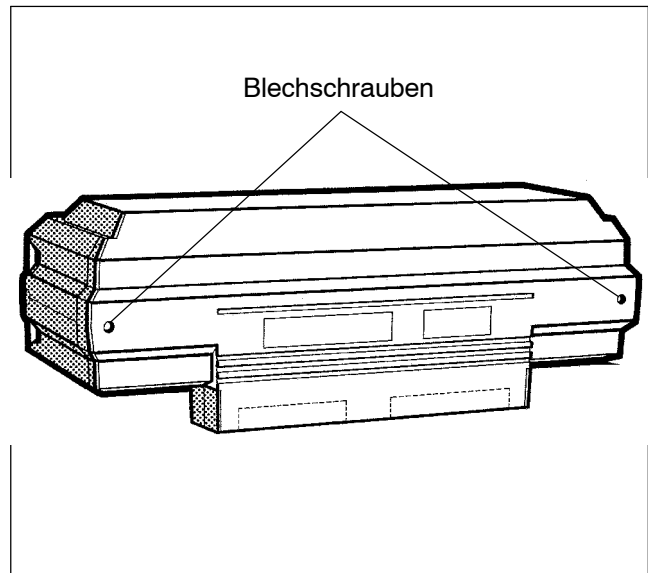

Abb. 47
- Die zwei Blechschrauben in der Klemmenabdeckhaube lösen. Klemmenabdeckhaube leicht nach oben kippen und dann nach hinten entfernen (Abb. 47).